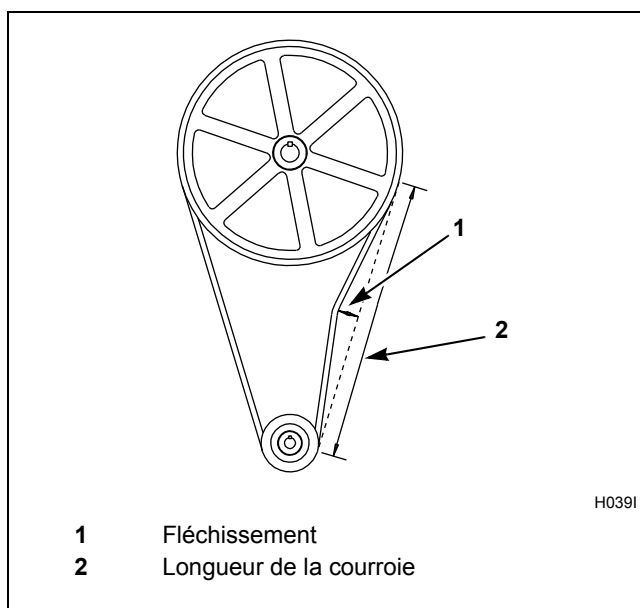

Figure 8
- d. **Pour les modèles à vitesse variable uniquement**, vérifier que les courroies en V sont correctement tendues en appliquant une force prédéterminée et en mesurant le fléchissement. Consulter la *Tableau 2* pour connaître les plages de tension de courroies acceptables. La tension de la courroie doit être mesurée aussi près que possible du centre de la largeur de la courroie. Se reporter à la *Figure 8*.